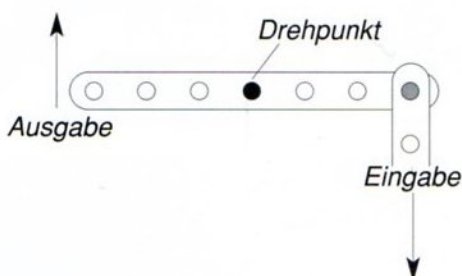

Abb. 3
3) Durch dieses Gelenk wird die Richtung der Bewegung umgekehrt, weil die Eingabe und Ausgabe auf beiden Seiten des Drehpunktes liegen. Siehe Abb. 3. Möchtet ihr, dass sich die Eingabe und die Ausgabe in die gleiche Richtung bewegen, müsst ihr sie beide auf der gleichen Seite des Drehpunktes anbringen (siehe Abb. 4). Probiert es aus!